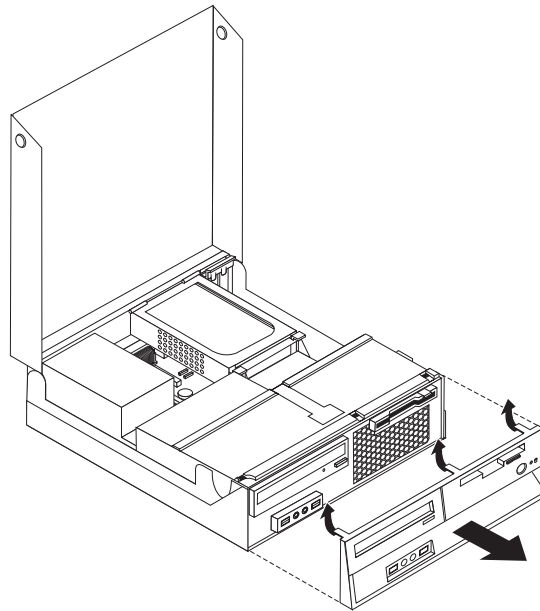

Figura 12. Extracción del marco biselado frontal
2. Retire el marco frontal biselado. Para ello, suelte las tres pestañas como se muestra y gire el marco frontal hacia fuera desde arriba. Consulte la Figura 12.